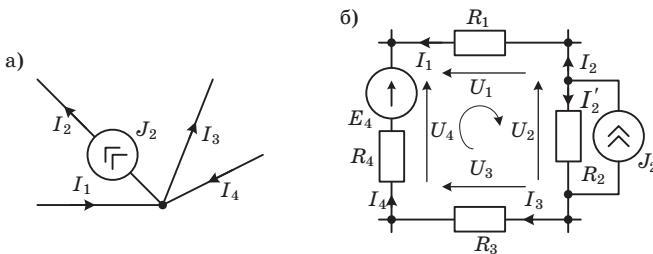

Рис. 1.4
Запишем уравнение по ЗТК для узла, изображенного на рис.1.4, а:
Запишем уравнение по ЗНК для контура, изображенного на рис.1.4, б. Выберем направление обхода контура по часовой стрелке. Учитывая, что напряжения ветвей ( $U_1 \dots U_4$ ), входящих в контур, совпадают по направлению с токами в ветвях, получим:
Сгруппировав падения напряжения на сопротивлениях ветвей в левой части уравнения, а источники – в правой, запишем ЗНК для контура (рис. 1.4, б) в виде:
5. Нумеруют ветви и присваивают всем элементам, находящимся в одной и той же ветви, а также току в ней одинаковый индекс, совпадающий с ее номером (например, на рис.1.4, б в четвертой ветви – сопротивление  $R_4$ , ток  $I_4$ , ЭДС  $E_4$ ).